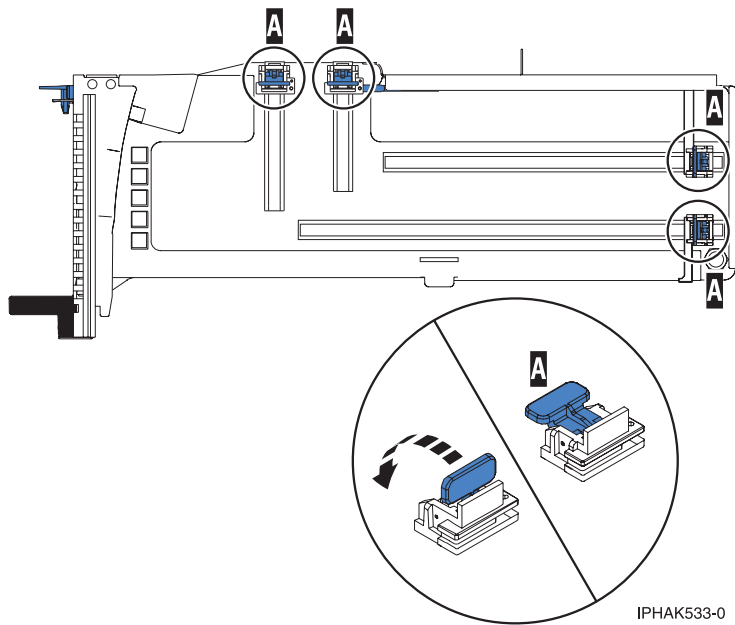

Abbildung 116. Adapterhalterungen in einer Kassette
- a. Stellen Sie sicher, dass alle Adapterhalterungen nach außen zu den Kanten der Kassette gedrückt wurden, damit der Adapter installiert werden kann. Siehe Abb. 116 auf Seite 115.